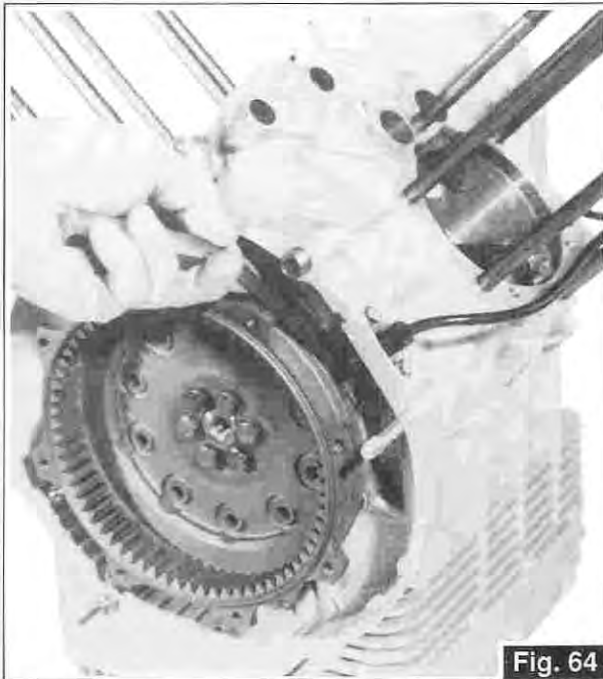

Fig. 64
- Verificare il traferro tra l'estremità del sensore di fase e la superficie dei denti ricavati sul volano motore. Traferro previsto mm  $0,3\pm 0,8$  (Fig. 64).
- Check the air gap between timing sensor tip and the surface of the tabs on the flywheel. Air gap should be  $0.3\pm 0.8$  mm (Fig. 64).